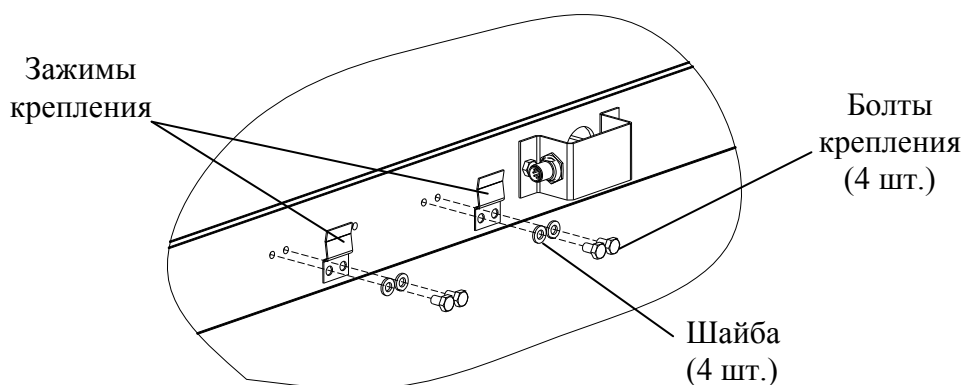

Рис. 4.2 - Монтаж зажимов крепления
4.1.4.1 Перед установкой на платформу весовую приемопередатчика необходимо произвести монтаж зажимов крепления, как показано на рис. 4.2.